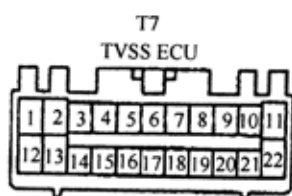

图 9-275
(2)检查线束(TVSSECUV 发动机罩控制开关)，如图 9-275 所示。
(3)检查线束(发动机罩控制开关搭铁)(见图 9-275)。